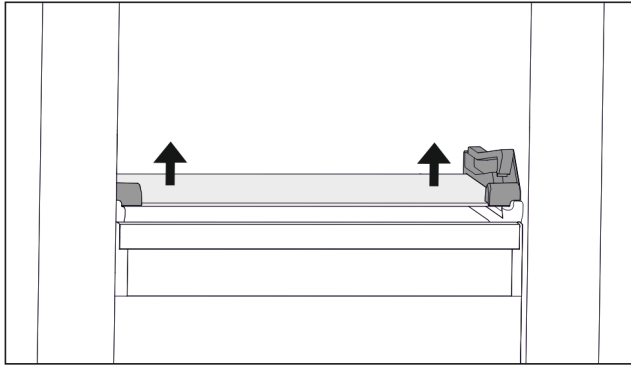

Fig. 35 Glasplatte des abklappbaren Schubfachs
- ▶ Glasplatte von unten beidseitig nach oben drücken. (zie Fig. 35)